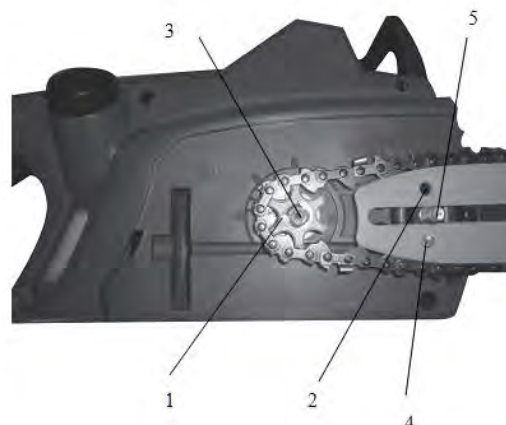

Рис.1 Составные части
Электрическая цепная пила состоит из следующих основных частей: корпуса, электродвигателя, выключателя, сетевого кабеля, редуктора, тормоза цепи, защитного кожуха. Пильное устройство состоит из шины, цепи, направляющей звездочки. Устройство смазки состоит из насоса, масляного бака, маслопривода. Масло, залитое в бачке, подается в пазы шины автоматически через цепной канал. При нажатии на курок выключателя (2) рис.1, напряжение сети подается на обмотки электродвигателя. Крутящий момент от двигателя передается через одноступенчатый редуктор на ведущую звездочку,
которая приводит в действие цепь. Выключатель имеет кнопку блокировки случайного включения. Для включения пилы необходимо сначала нажать кнопку блокировки (1), а затем кнопку выключателя. Охлаждение двигателя происходит за счет вращения крыльчатки вентилятора, которая закреплена на одном валу с ротором. Охлажденный воздух поступает через воздухозаборные проемы в крышке электродвигателя и выходит через отверстия в зоне редуктора. Во время работы воздухозаборные проемы в крышке электродвигателя должны быть свободны для доступа воздуха. Пила оснащена механическим тормозом цепи, который останавливает ее движение в течение нескольких миллисекунд. Тормоз цепи - защитное устройство, которое активируется, если надавить на рычаг тормоза, например, когда в случае обратной отдачи рука ударяется о рычаг тормоза. Тормоз работает следующим образом. Рычаг тормоза (4), рис.1. при «переводе» вперед освобождает подпружиненный механизм рычага, который моментально выключает встроенную муфту сцепления и останавливает ведущий вал с ведущей звездочкой. Одновременно микропереключателем разрывается электрическая цепь двигателя.